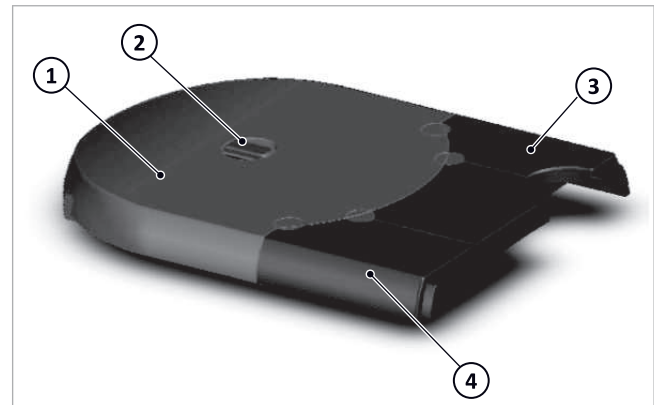
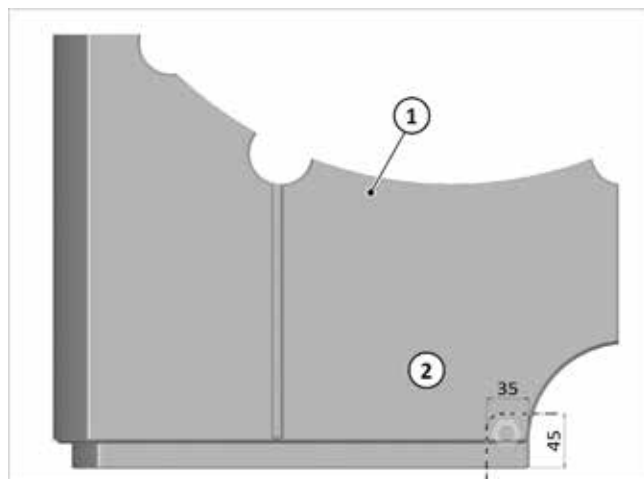

Fig. 116 : isolation supérieure de SolvisBen
Fig. 120 : si nécessaire, découpez le passage de la conduite de gaz
- Retirer l'isolation supérieure des stations WWS → fig. 116 (4) et HKS → fig. 116 (3) vers le haut.
2. Se munir de l'isolation de l'accumulateur → fig. 116 (1) et enlever soigneusement avec un couteau pointu les quatre bouchons en mousse de la station WWS (5) le long des rainures indiquées (6).
4. Placez l'isolation supérieure de l'accumulateur → Fig. 116 (1) sur l'accumulateur.
- sur le côté à gauche et à droite (1)
- au centre derrière (2)
- au centre devant (3)
6. Placez l'isolation supérieure de la station HKS → Fig. 116 (3).
7. En cas de disposition de la conduite de gaz vers le haut, découper librement (ou utiliser le gabarit fourni) l'isolation supérieure de la station WWS (1, cf. également → Fig. 116 (4)) avant de la positionner comme indiqué sur → Fig. 120.
1. Placez l'isolation supérieure ainsi assemblée → Fig. 116 (1+2+3+4) entièrement sur l'accumulateur.